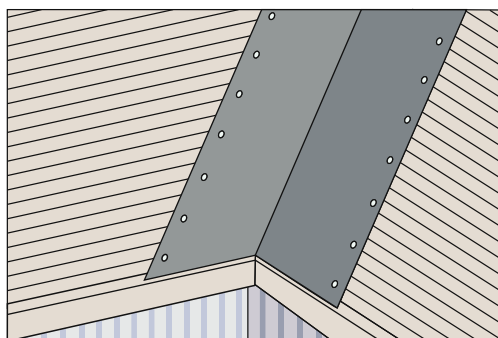

Рис. 10
- Укладка подкладочного ковра начинается от места ендовы (рис.10). Далее поскатно;